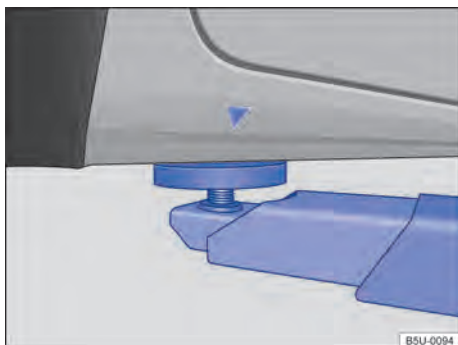
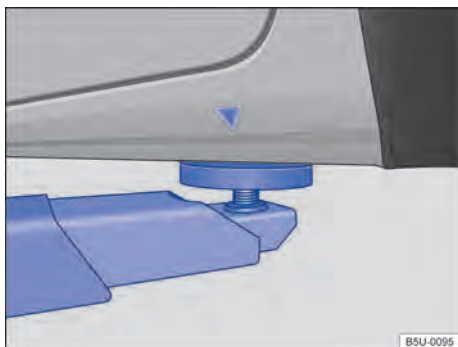

Fig. 191 Pontos de apoio dianteiros para a suspensão com plataforma elevatória ou com macaco.
Fig. 192 Pontos de apoio traseiros para a suspensão com plataforma elevatória ou com macaco.
O veículo deve ser suspenso somente pelos pontos indicados nas figuras → Fig. 191 e → Fig. 192. Se o veículo não for suspenso pelos pontos indicados, podem ocorrer danos no veículo → ⓘ e ferimentos graves → ⚠️.
- Suspender o veículo somente pelos pontos indicados nas figuras → Fig. 191 e → Fig. 192. Se o veículo não for suspenso pelos pontos indicados, o veículo poderá cair da plataforma elevatória quando, por exemplo, o motor ou a suspensão for desmontado.